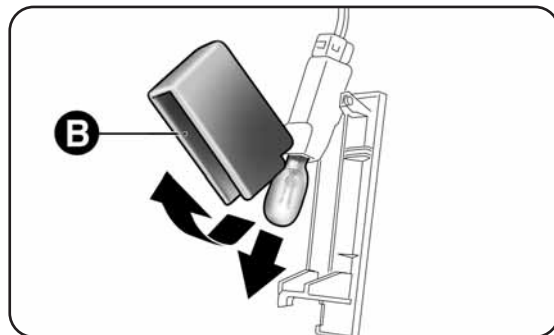

fig. 146
- ouvrir la protection B-fig. 146 et remplacer l'ampoule ;